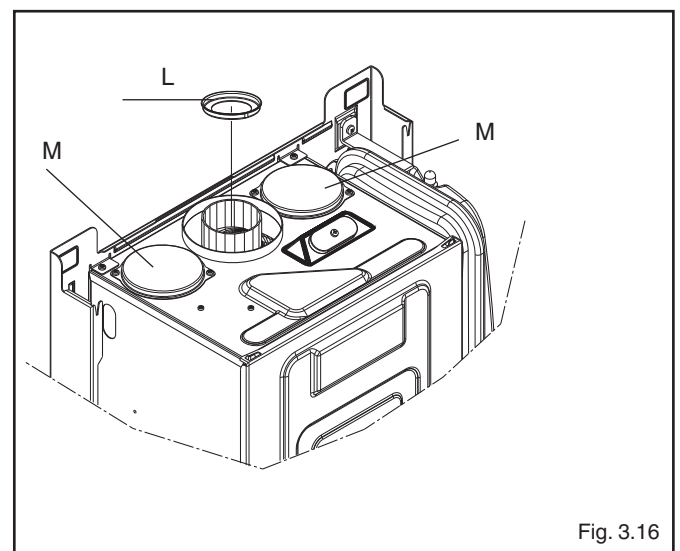

Fig. 3.16
La caldaia viene fornita predisposta per essere collegata a condotti di scarico/aspirazione coassiali e con l'apertura per l'aspirazione aria (M) chiusa (fig. 3.16).